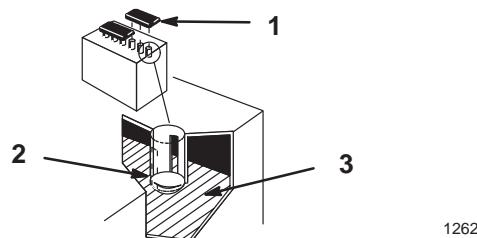

Figure 58
- Retirer les bouchons pour voir l'intérieur des éléments. L'électrolyte doit arriver au bas des tubes (Fig. 58). Ne pas laisser le niveau de l'électrolyte descendre en dessous du sommet des plaques (Fig. 58).
- Soulever les couvercles des éléments et les déposer (Fig. 58).
- Verser lentement de l'eau distillée dans chaque élément de la batterie jusqu'à ce que le niveau arrive au bas du tube (Fig. 58).